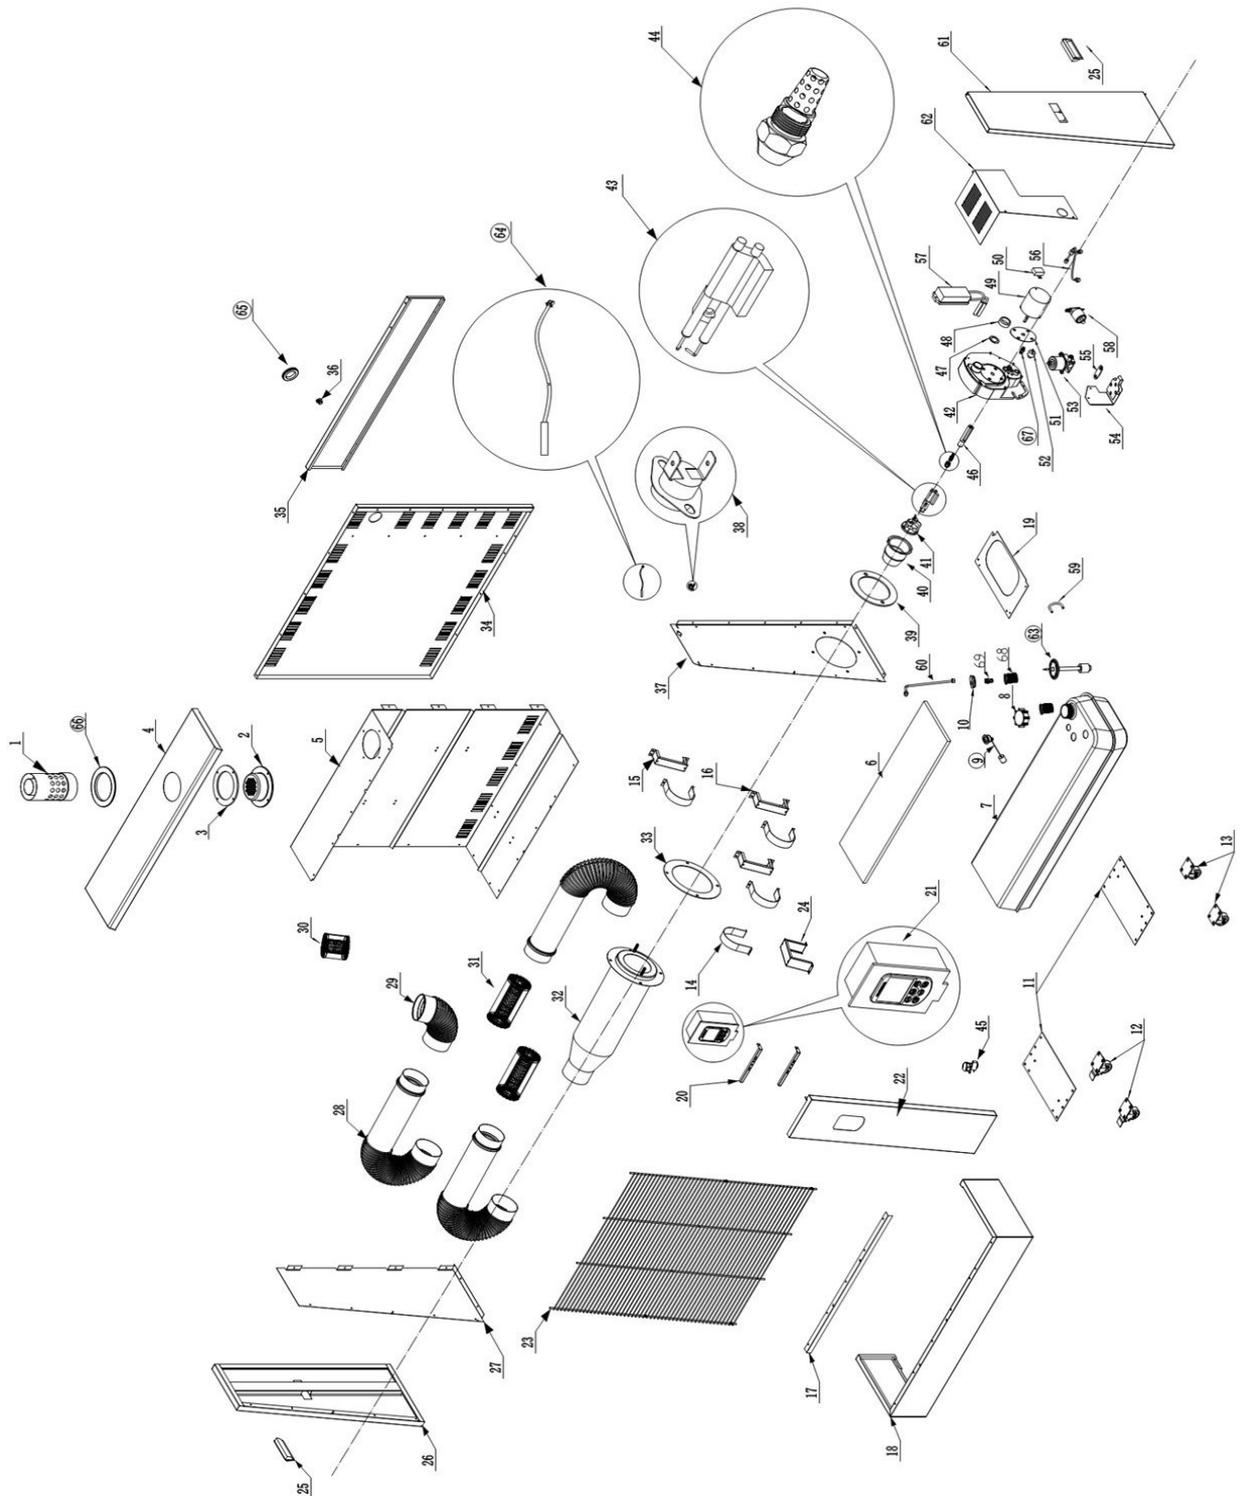

Abb.9-1: Ersatzteilzeichnung IDHG 13
Es muss der Kraftstofftank für das Heizgerät IDHG 13 bestellt werden. Der Tank hat in der Ersatzteilzeichnung 9.2 (Abb. 9-1) die Nummer 7.
- Zeichnungsnummer 9.2 (Abb. 9-1)